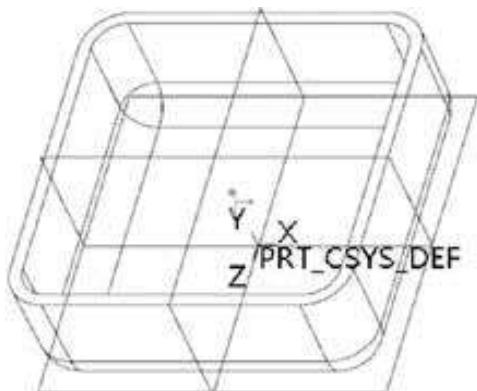

图1-21 Y轴指向脱模方向
Step 05 在图1-19所示的“布局”对话框中单击“参考模型起点与定向”按钮 ，弹出一个活动窗口，Y轴指向抽壳方向，如图1-21所示。